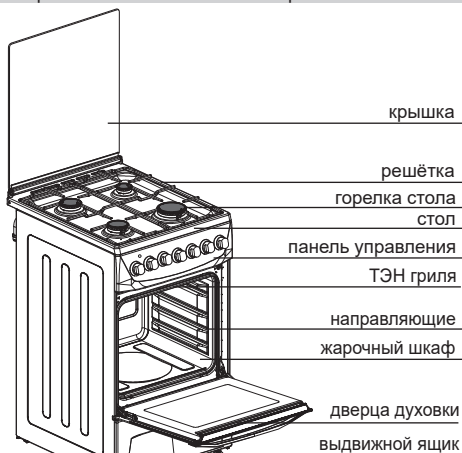

рис. 6
■ Комбинированная плита - это специальное устройство для приготовления пищи за счет образования тепла от сгорания газа в газовых горелках и от нагрева ТЭНов жарочного шкафа, электроконфорок стола (рис.6, 7, 8). Горелки и электроконфорки расположены на рабочем столе плиты, ТЭНы расположены в жарочном шкафу. Управление работой газовых горелок осуществляется кранами, работа ТЭНов и электроконфорок осуществляется переключателями мощности. Для зажигания газовых горелок используется интегрированный розжиг. Для горения газа необходим воздух помещения. Устройство для отвода продуктов сгорания газа не предусмотрено.